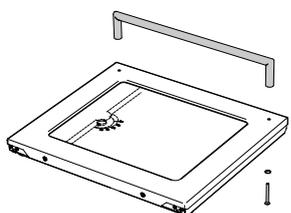

Fig. 41
- Smontare lo sportello del forno come spiegato precedentemente e appoggiarlo su una superficie pulita. Smontare i dispositivi di fissaggio della maniglia (2x) e smontare la maniglia (fig. 41).